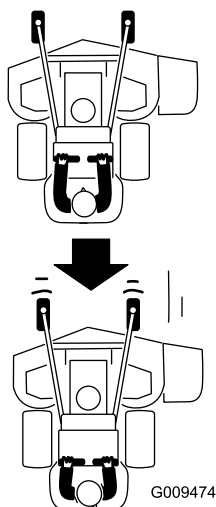

Figura 22
2. Tire lentamente de las palancas de control de movimiento hacia atrás (Figura 22).